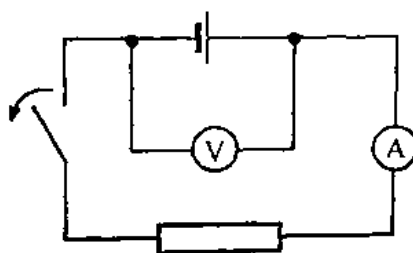

Рисунок 8.1
- 2 Нарисуйте электрическую схему видео опытов (рисунок 8.1).